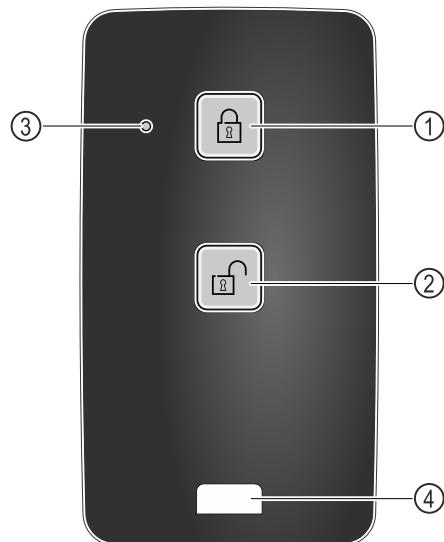

Fig. 219
- Натиснете бутона Fig. 219 (1) на дистанционното управление.
- Натиснете бутона Fig. 219 (2) на дистанционното управление.
- Светодиодът за статуса Fig. 219 (3) осигурява визуална обратна връзка при натискане на бутон.
- Халка Fig. 219 (4) за закрепване на дистанционното управление, например на връзка ключове.